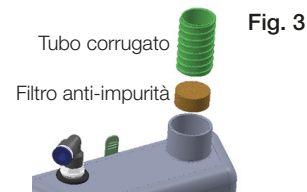

Fig. 3
- Inserire il filtro anti-impurità nel foro di ingresso del Nuvola MINI e successivamente il tubo corrugato. (Fig. 3)